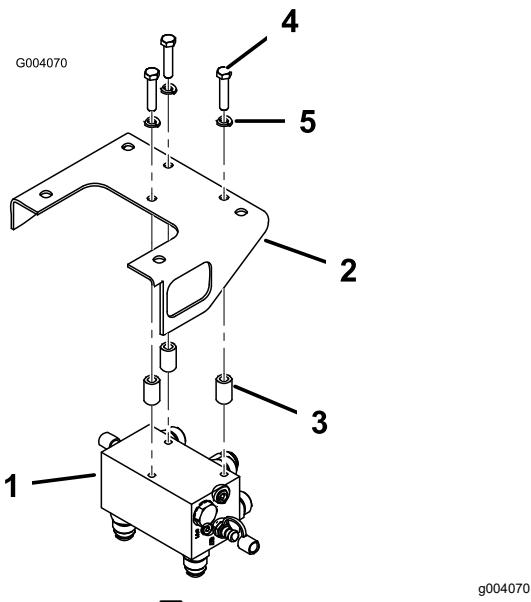

図 5
4. マニホールド・アセンブリを、マニホールドブラケットの底面に取り付けるボルト3/8 x 1-3/4 インチ3本、ロックワッシャ3/8 インチ、スペーサを使用する。スペーサはマニホールドブラケットとマニホールド上面との間に入れる。フィッティングが機体後部および下部を向くように取り付けるのが正しい 図5。